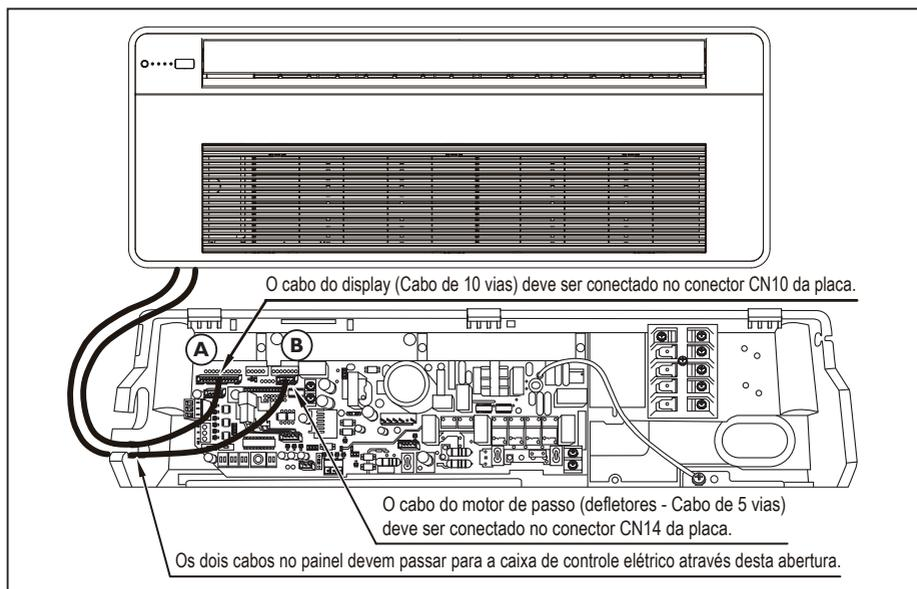

FIG. 24
- CN14 - para o motor do defletor de ar (“A” - Fig. 24).
- CN10 - para o display de controle (“B” - Fig. 24).